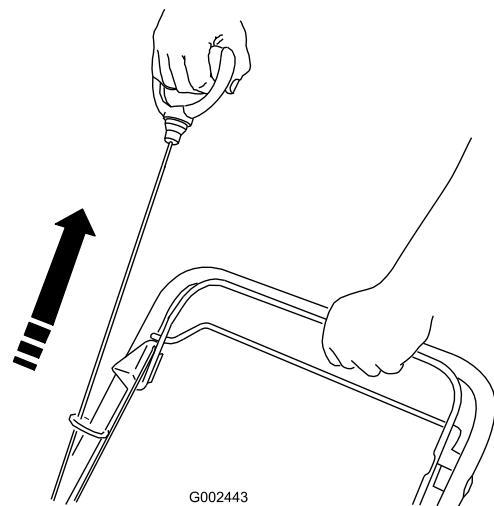

Figura 19
4. Arranque el motor con el arrancador (Figura 19).